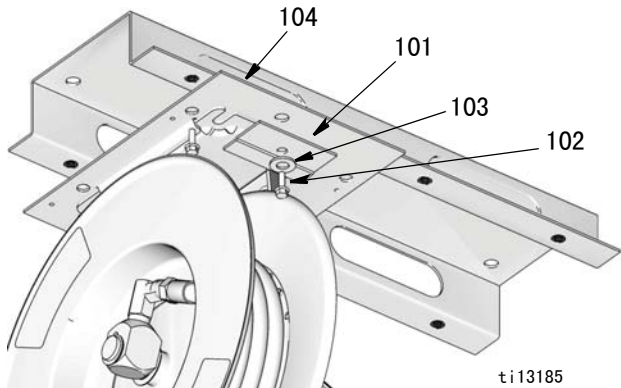

图 14
- 卸下带头螺丝 (102)、垫圈 (103) 和压板 (101)。然后将软管卷盘从底板 (104) 上滑出 (图 14)。